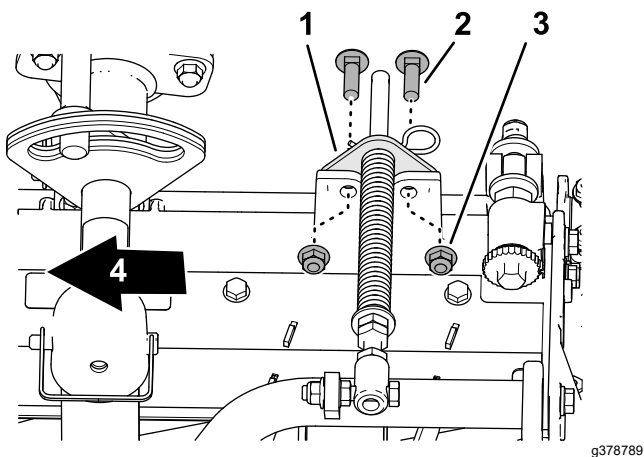

Figure 21
5. Placez les goujons du guide-flexible gauche en face des trous du cadre de l'unité de coupe et du support du compensateur (Figure 21).
5. Alignez les trous du support du compensateur et les trous dans le cadre de l'unité de coupe (Figure 21).